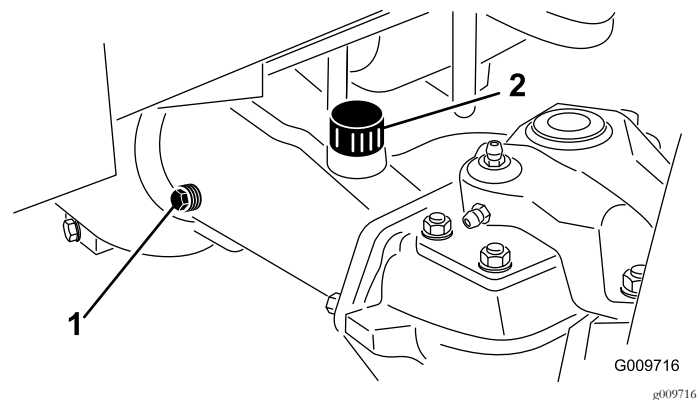

図 56
2. アクスルの一方の端部から点検用プラグ 図 56 を抜き、穴の高さまで潤滑油があることを確認する。
注 量が不足の場合は、給油プラグ 図 56 をはずして補給する。